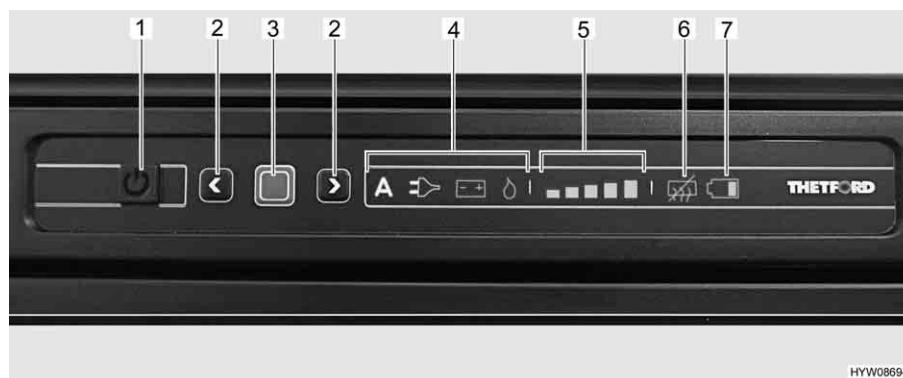

Fig. 142 Quadro comandi LED (frigorifero Thetford)
- Premere il tasto On/Off (Fig. 142,1) per 1 secondo. Il tasto si illumina di verde. Dopo circa 10 secondi, l'indicatore viene attenuato per risparmiare energia.
- Premere il tasto di conferma (Fig. 142,3). Viene visualizzata l'ultima modalità di funzionamento selezionata.
- Premere il tasto di conferma (Fig. 142,3) per circa 2 secondi. I simboli della modalità di funzionamento lampeggiano.
- Selezione manuale dell'energia: Selezionare le fonti di energia desiderate con i tasti freccia (Fig. 142,2).
- Sistema automatico di selezione di energia (solo per modelli con selezione automatica dell'energia): Selezionare la modalità di funzionamento "A" con i tasti freccia (Fig. 142,2).
- Confermare la scelta con il tasto di conferma (Fig. 142,3).
- Premere nuovamente il tasto di conferma (Fig. 142,3). L'indicatore del livello di refrigerazione (Fig. 142,5) lampeggia.
- Per modificare l'impostazione, premere i tasti freccia (Fig. 142,2) fino a visualizzare l'impostazione desiderata.
- Premere il tasto On/Off (Fig. 142,1) per circa 2 secondi. Tutte le spie si spengono. Il frigorifero è spento.
Dopo l'accensione il frigorifero seleziona automaticamente la regolazione del termostato selezionata per ultima. Questa impostazione può essere modificata manualmente con i tasti freccia (Fig. 142,2). Ci vogliono alcune ore prima che il frigorifero raggiunga la temperatura normale di esercizio. Quando si commuta a un'altra modalità di funzionamento, la regolazione sul termostato viene mantenuta.